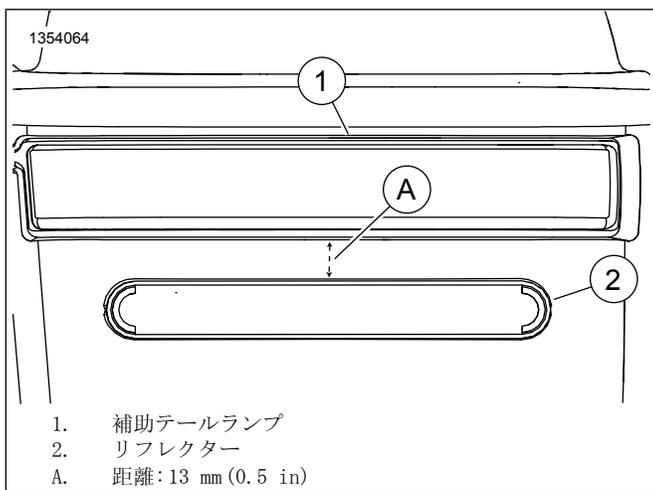

図9。リフレクターの配置
- b. 「図9」を参照。レフレクター(2)をサドルバッグの背面、補助テールランプ(1)の中央、距離: 13 mm (0.5 in)の下に付けます。